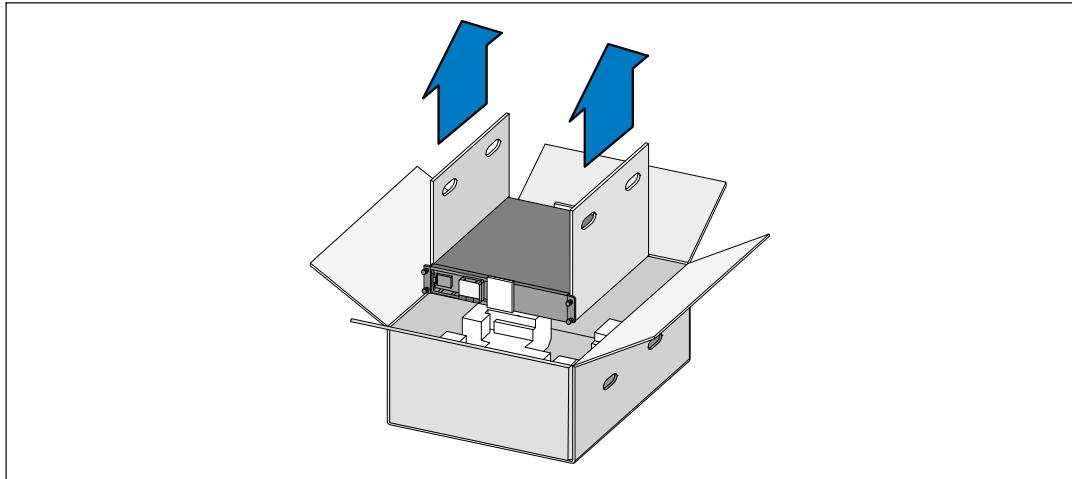

図3. キャビネットの持ち上げ方
- 2** 一人が片方を持ち、段ボールのハンドル部分を使って、段ボール箱からキャビネットを注意して持ち上げ、平らな安定した表面上に置きます。（図3を参照）。